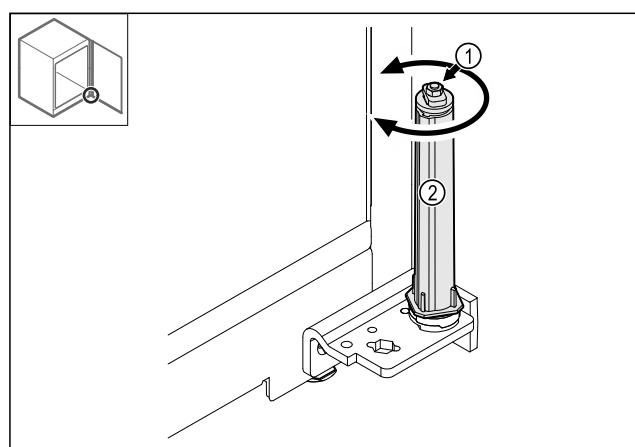

Fig. 40
► Въртете затварящата система Fig. 40 (1), докато тя щракне.